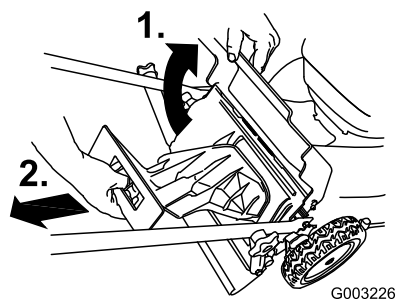

Figure 23
1. Soulevez le volet arrière et gardez-le dans cette position (Figure 23).
2. Retirez l'obturateur de l'éjecteur arrière (Figure 23).